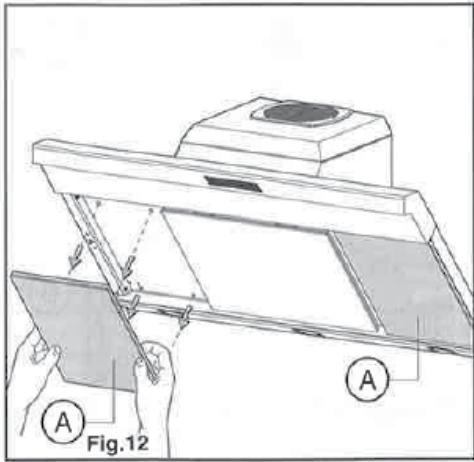

Fig.12
Se il vostro modello è provvisto di pannelli laterali (A), per una pulizia più accurata , è possibile rimuoverli tirandoli verso la direzione indicata in fig.12